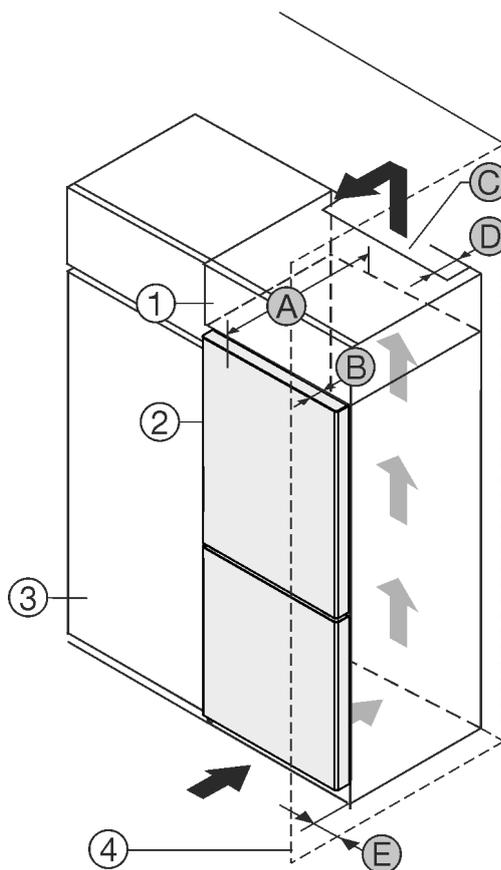

Fig. 1
- (1) Skapmodul*
- (2) Enhet*
- (3) Kjøkkenskap*
- (4) Vegg*
- (A) Enhetsdybde*
- (B) Dørdybde*
- (C) Ventilasjonstverrsnitt*
- (D) Avstand enhetens bakside*
- (E) Avstand på siden av enheten*
Du kan plassere apparatet rett ved siden av kjøkkenskapet Fig. 1 (3)*
På baksiden av skapmodulen over enheten må det installeres en ventilasjonskanal med dybden *Fig. 1 (D)* over hele skapmodulens bredde.*
Ventilasjonstverrsnittet *Fig. 1 (C)* under taket i rommet må overholdes.*
Hvis apparatet plasseres med hengslene mot en vegg *Fig. 1 (4)*, må avstanden mellom apparatet og veggen være minst 13 mm.*
Hvis apparatet plasseres med hengslene mot en vegg *Fig. 1 (4)*, må avstanden mellom apparatet og veggen være minst 20 mm.*
For at du skal kunne åpne døren helt, må apparatet rage dørdybden *Fig. 1 (B)* lenger ut enn fronten på kjøkkenskapene. Avhengig av kjøkkenskapenes *Fig. 1 (3)* dybde og bruk av veggavstandsstykker kan enheten rage enda lenger ut.*